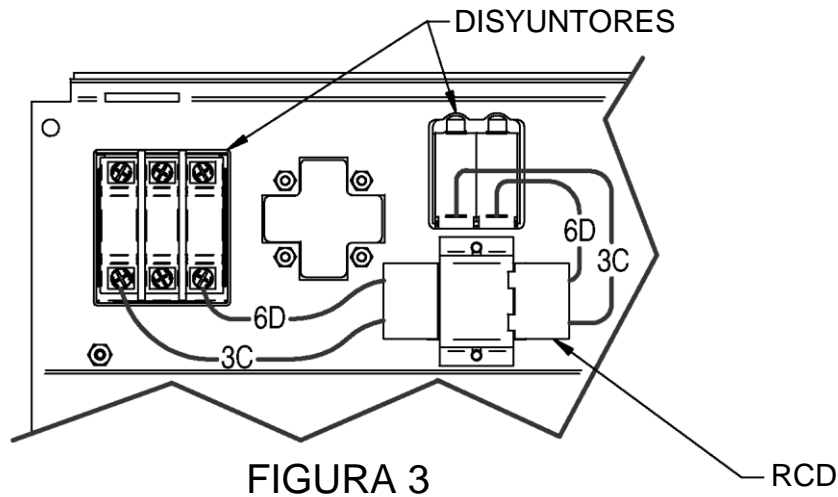

FIGURA 3
6. CONECTE LOS CONDUCTORES DE LOS DISYUNTORES A RCD COMO SE MUESTRA (VEA LA FIGURA 3). NOTE LA CONFIGURACIÓN DE LA PUNTA.